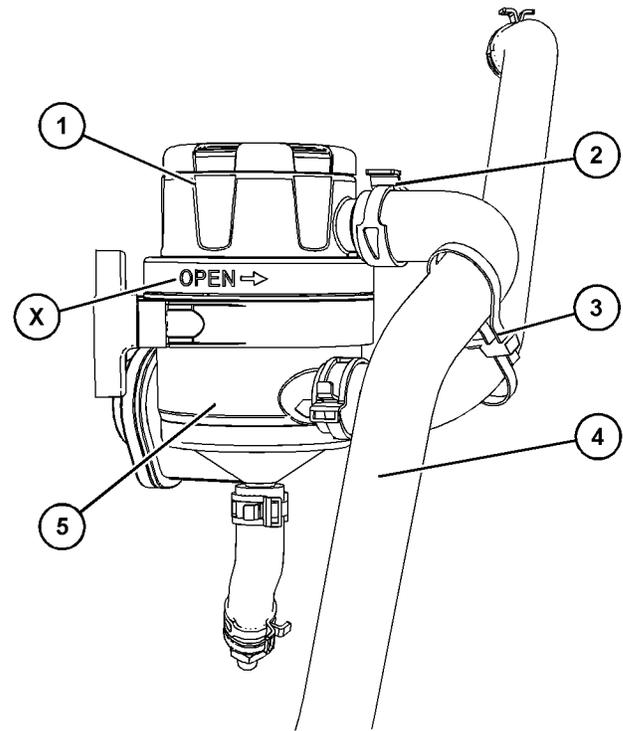

Ilustración 70
3. Si es necesario, corte la correa para cables (3).
4. Desconecte la manguera (4) de la tapa (1).
5. Gire la tapa (1) hacia la izquierda, como se muestra en la posición (X) de la ilustración 70. Quite la tapa (1) del cuerpo principal (5).